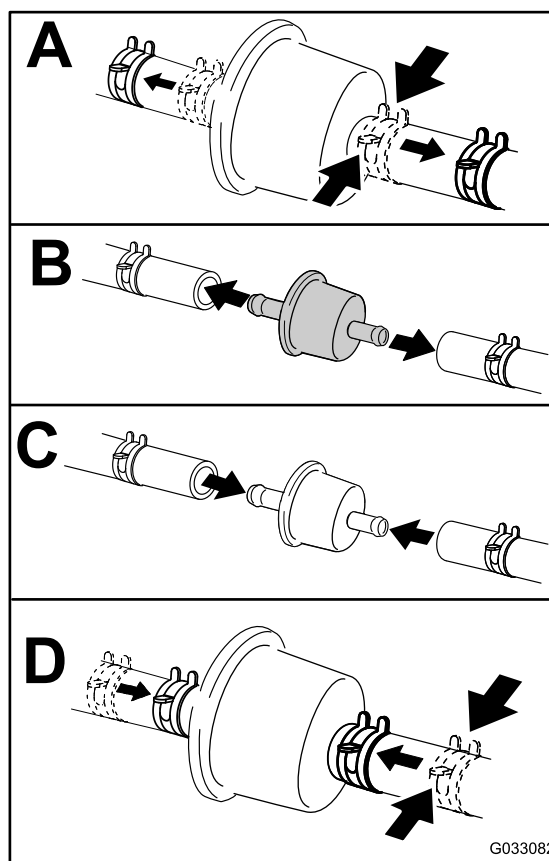

Figure 50
4. Remplacez le filtre à carburant (Figure 50).